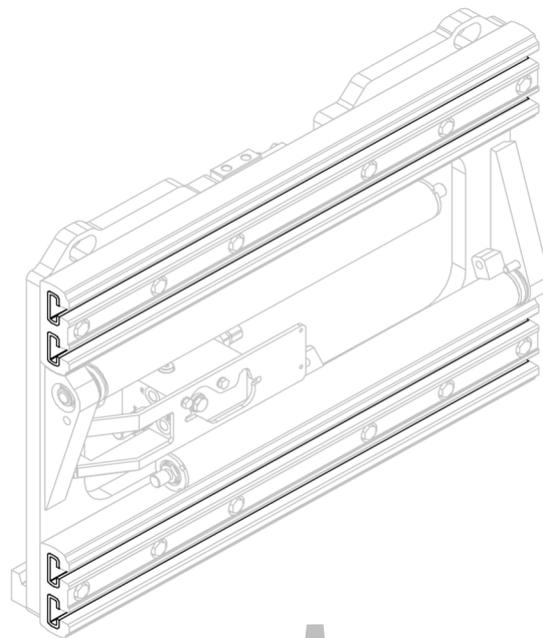
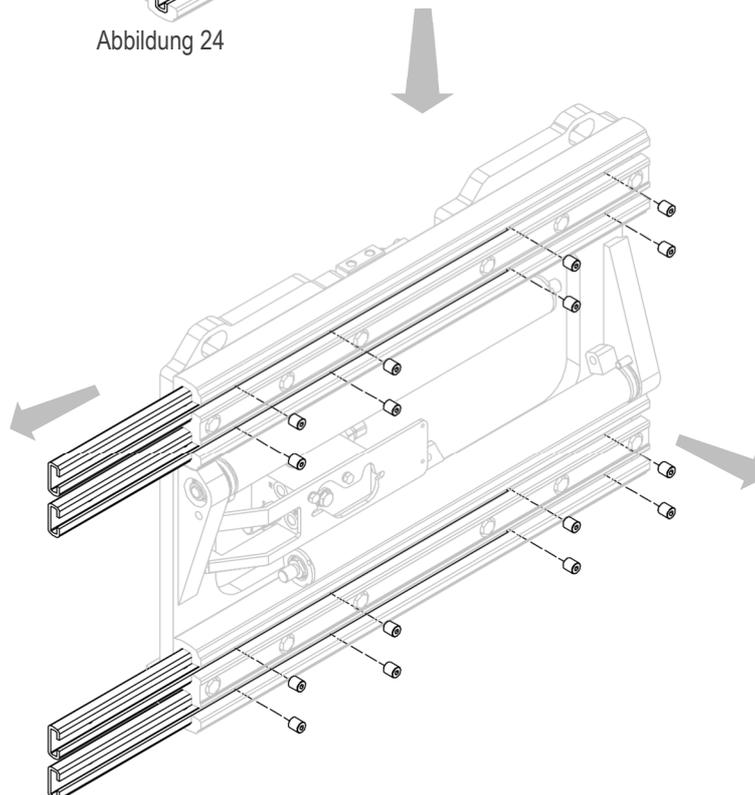

Abbildung 24
Abbildung 25
3. Entfernen Sie die Nylonbuchsen, nachdem Sie die entsprechenden Gewindestifte herausgeschraubt haben (siehe *Abbildung 24* und *Abbildung 25*).